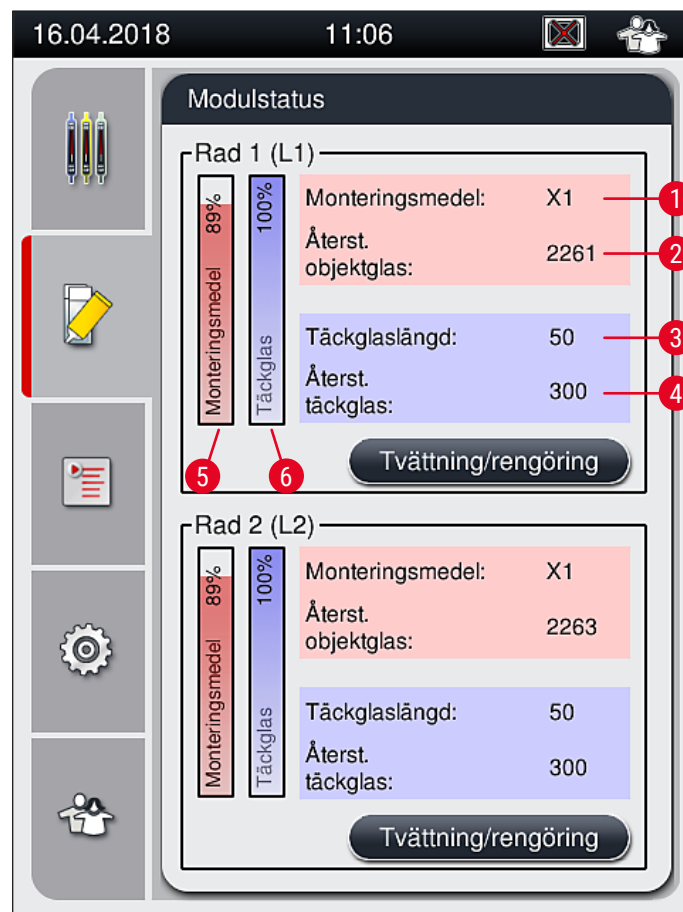

Bild 22
7. De isatta flaskorna med monteringsmedel känns av med hjälp av instrumentets programvara och **Modulstatus** (→ Bild 22) uppdateras.